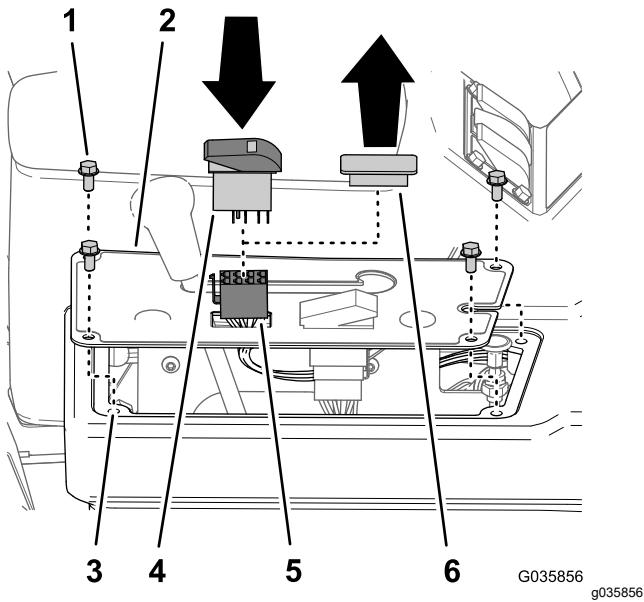

Figura 34
1. Se montati, rimuovete i 4 bulloni a testa flangiata ($\frac{1}{4}$ " x $\frac{1}{2}$ ") che fissano il coperchio del pannello alla parte superiore della consolle, come illustrato nella Figura 34.
2. Rimuovete il tappo dell'interruttore dal coperchio del pannello della consolle (Figura 34).
3. Inserite il connettore a 8 prese del cablaggio preassemblato del kit di finitura Ultra Sonic Boom nell'apertura del coperchio del pannello. (Figura 34).
4. Collegate il connettore a 8 prese del cablaggio preassemblato del kit di finitura Ultra Sonic Boom indicato come SONIC MODE MANUAL VS. AUTO all'interruttore a bilanciere (Figura 34).
5. Inserite l'interruttore a bilanciere nell'apertura del pannello del cruscotto fino a quando l'interruttore non scatta saldamente in posizione (Figura 34).
6. Allineate i fori nel coperchio del pannello con i fori nella parte superiore della consolle (Figura 34).
7. Fissate il pannello alla consolle con i bulloni (Figura 34) rimossi al passaggio 1.